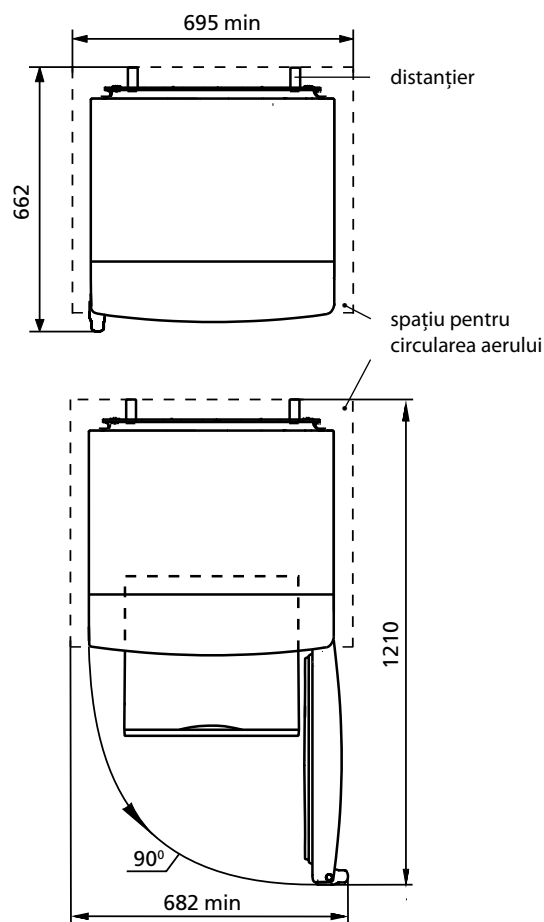

Figura 2 – Congelator (vedere de sus)
**1.3** Spațiul total necesar pentru funcționarea congelatorului se determină de dimensiunile de gabarit, indicate în milimetri în figura 2. Pentru extragerea liberă a componentelor din congelator este necesar de deschis ușa la unghiul nu mai mic de 90°.